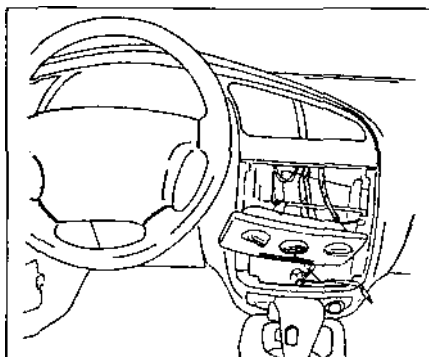

Рис. 9.16.
- Вывернуть нижние винты (слева и справа) крепления узла органов управления к панели приборов, снять этот узел (рис. 9.16).